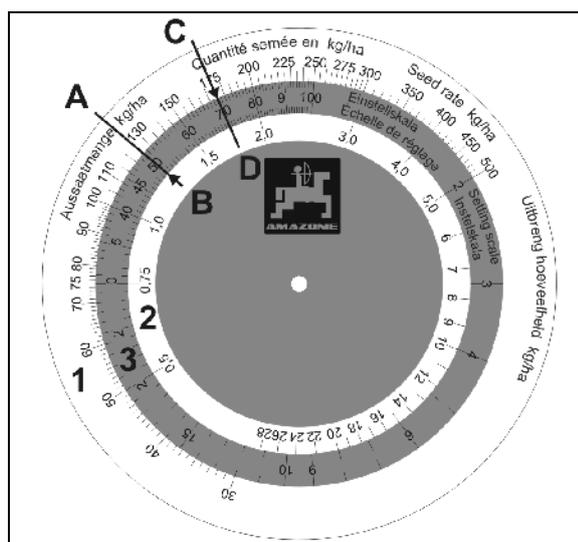

Fig. 101
Die Rechenscheibe besteht aus drei Skalen: einer äußeren weißen Skala (Fig. 101/1) für alle Ausbringungsmengen über 30 kg/ha und einer inneren weißen Skala (Fig. 101/2) für alle Ausbringungsmengen unter 30 kg/ha. Auf der mittleren, farbigen Skala (Fig. 101/3) sind die Getriebestellungen von 1 bis 100 angegeben.
2. Die Ausbringungsmenge **125 kg/ha** (Fig. 101/A) und die Getriebestellung **50** (Fig. 101/B) auf der Rechenscheibe übereinander stellen.
3. Lesen Sie nun auf der Rechenscheibe die Getriebestellung für die gewünschte Ausbringungsmenge von **175 kg/ha** ab (Fig. 101/C). In unserem Beispiel ist das die Getriebestellung **70** (Fig. 101/D).